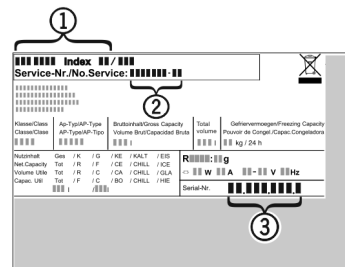

Fig. 11
- Odczytać z tabliczki znamionowej oznaczenie urządzenia Fig. 11 (1), nr serwisowy Fig. 11 (2) oraz numer seryjny Fig. 11 (3). Tabliczka znamionowa znajduje się po lewej stronie wewnątrz urządzenia.
- Poinformować serwis i podać opis zaktócenia, oznaczenie urządzenia Fig. 11 (1), nr serwisowy Fig. 11 (2) oraz numer seryjny Fig. 11 (3).